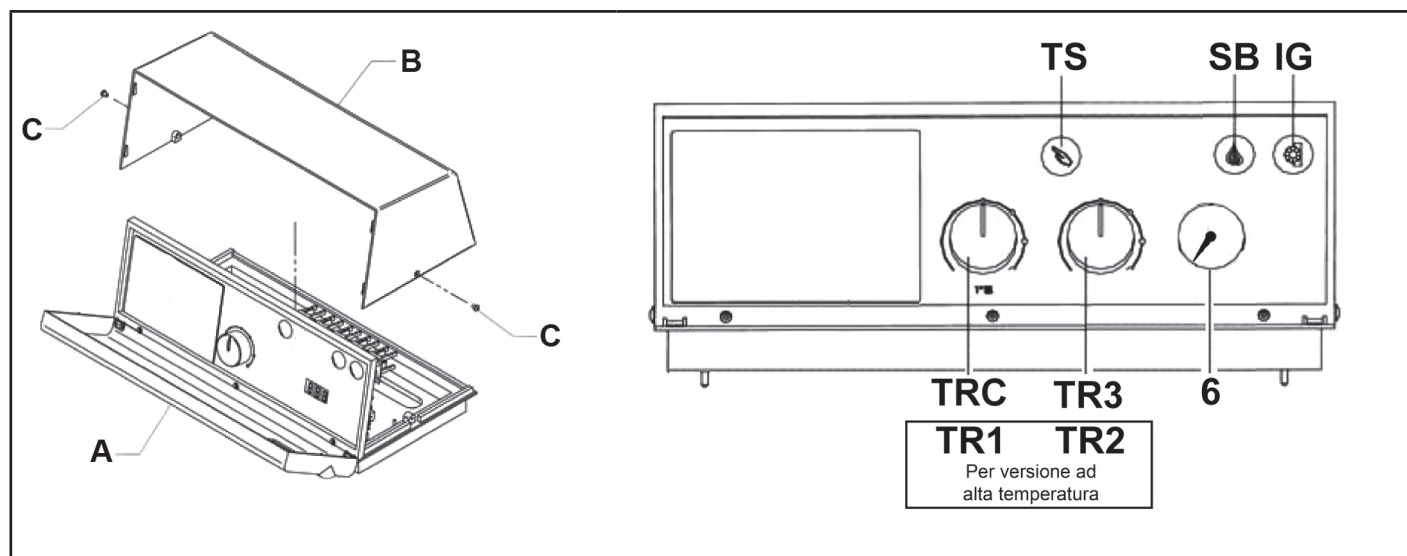

fig. 1
I cavi di alimentazione e collegamento al bruciatore devono avere il conduttore a terra con alcuni millimetri in più di distanza rispetto agli altri conduttori dello stesso cavo. Per i collegamenti tra bruciatore, pannello elettrico e alimentazione elettrica, si raccomanda l'uso del cavo H07 RN-F per i collegamenti con l'impianto a vista. Per altri tipi di impianto o per contesti ambientali speciali, si raccomanda di consultare le normative vigenti. La formazione e il diametro dei conduttori vengono calcolati in base alla potenza assorbita dal bruciatore. Per accedere agli strumenti (fig. 1), girare il pannello frontale (A). Per accedere ai terminali di collegamento e per estendere i tubi capillari dei termostati e del termometro, rimuovere prima il pannello superiore (B), quindi rimuovere le 2 viti laterali (C). Il termostato di regolazione (TRC) può essere regolato dall'utente tramite la manopola anteriore. Il termostato di sicurezza è a regolazione fissa ed è dotato della funzione di ripristino manuale.